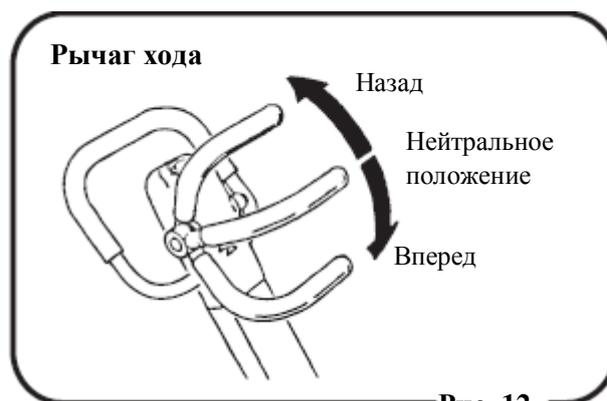

Рис. 12
2. Выбор направления движения виброплиты осуществляется с помощью рычага хода. Переместите его вперед для перемещения вперед и назад для включения обратного хода. Если рычаг находится в нейтральном положении, машина остается неподвижной (рис. 12).